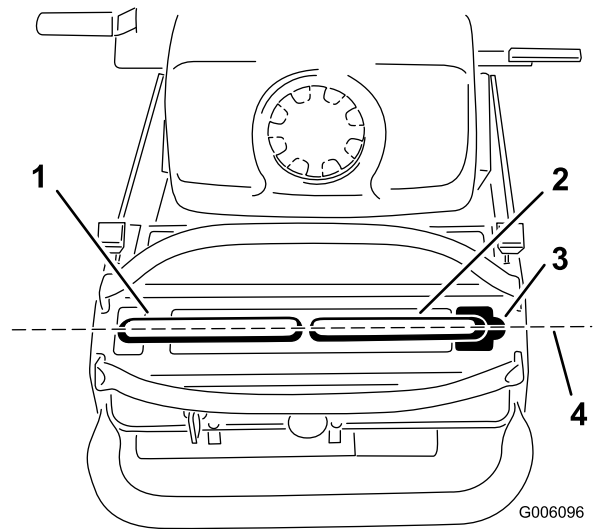

Bild 44
Wichtig: Stellen Sie sicher, dass die Spur des Rasenmähers nach dem Einstellen der Fahrtriebshebel richtig ist. Nach dem Einstellen der Spur können die Fahrtriebshebel ggf. nicht richtig in der Längsrichtung ausgerichtet sein (Bild 44).
1. Prüfen Sie nach dem Einstellen der horizontalen Ausrichtung die Ausrichtung in Längsrichtung (Bild 44).